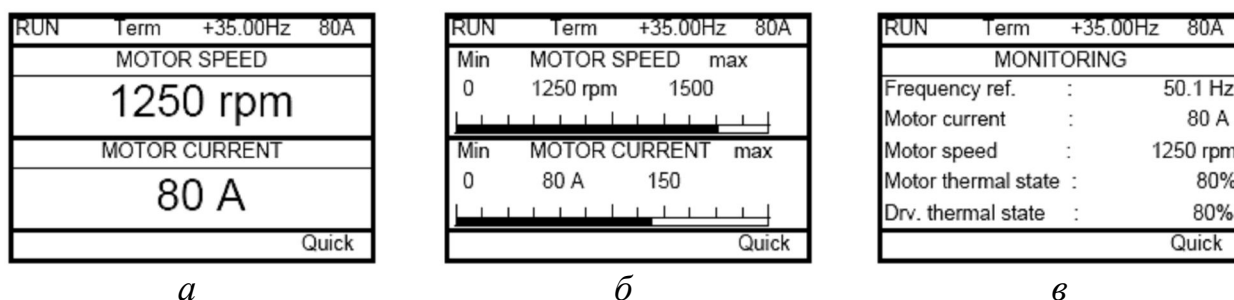

Рис. 2.4 Типы экрана отображения
- цифрового значения одной или двух переменных (рис. 2.4а);
- одной или двух индикаторных линеек (рис. 2.4б);
- списка из 5 переменных (рис. 2.4в).